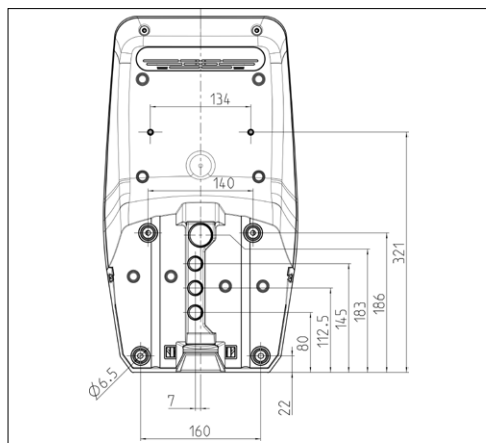

Рис.: 10. Размеры для сверления [мм]
- ▶ Разметьте отверстия для крепления с помощью сверильного шаблона из комплекта поставки или рис. 10 Размеры для сверления.